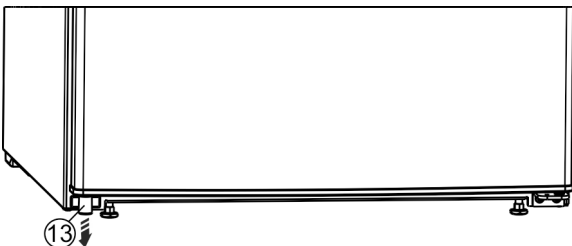

Fig. 5
- ▶ Retirar en la parte inferior izquierda la pieza distanciadora Fig. 5 (13) de la puerta.